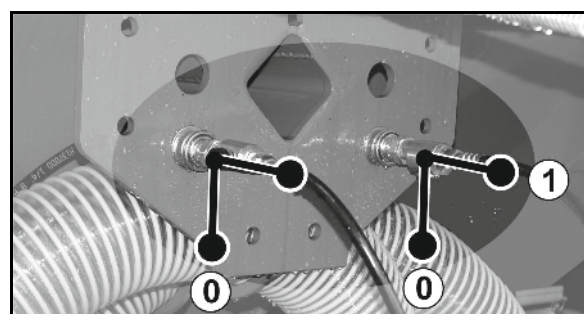

Рис. 94
6. Установите шаровой кран (Рис. 94/1) в положение **B**.